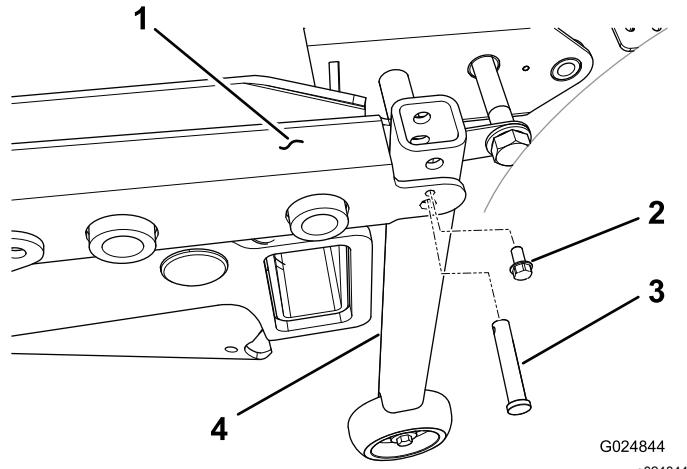

Figura 47
- En máquinas con número de serie anterior al 312999999, monte un tubo de soporte vertical en cada esquina trasera del bastidor de la carcasa, con un pasador de horquilla y un tornillo autorroscante (1/4") (Figura 47)